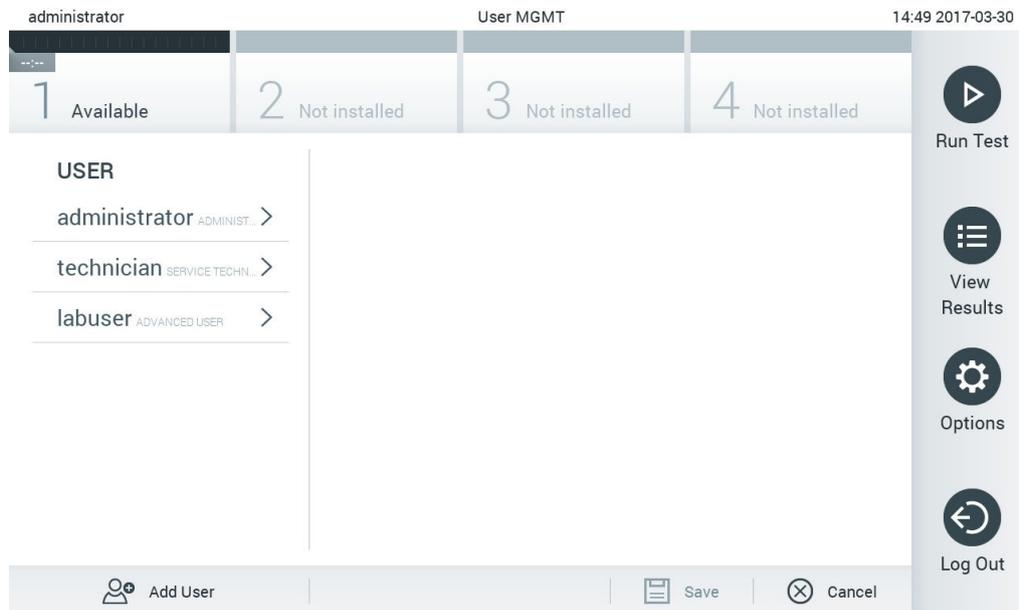

Figura 52. O ecrã User Management (Gestão de utilizadores).
1. Prima o botão Options (Opções) e, em seguida, o botão User Management (Gestão de utilizadores) para configurar os utilizadores. O ecrã User Management (Gestão de utilizadores) é apresentado na área de conteúdo do visor (Figura 52).